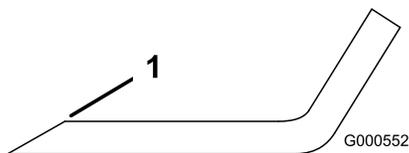

Figura 48
1. Affilate i taglienti da entrambe le estremità della lama con una lima (Figura 48).
Nota: Se la lama non è bilanciata, limate del metallo soltanto dalla costa (Figura 48).